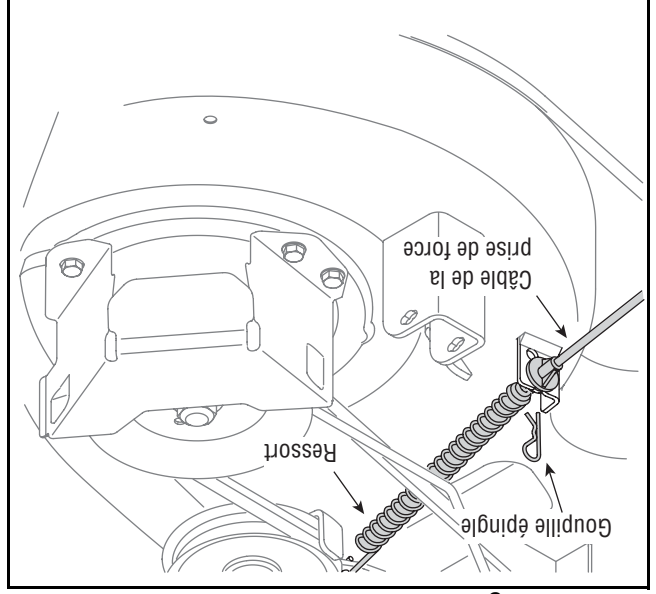

Figure 20
3. Enlevez la goupille épingle qui maintient le câble de la prise de force sur l'arrière du plateau de coupe. Voir la Figure 20.